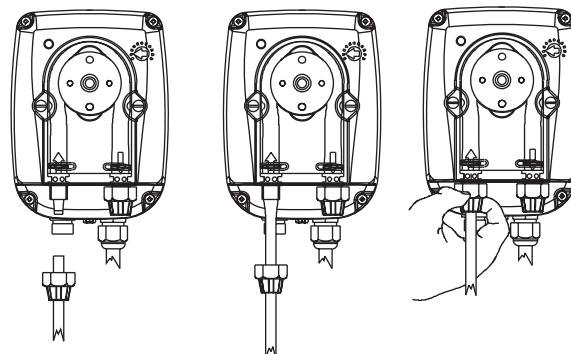

Fig. 6
d.- Inserire fino in fondo i tubetti sui relativi attacchi conici e bloccarli con le apposite ghiere di fissaggio (Fig. 6).